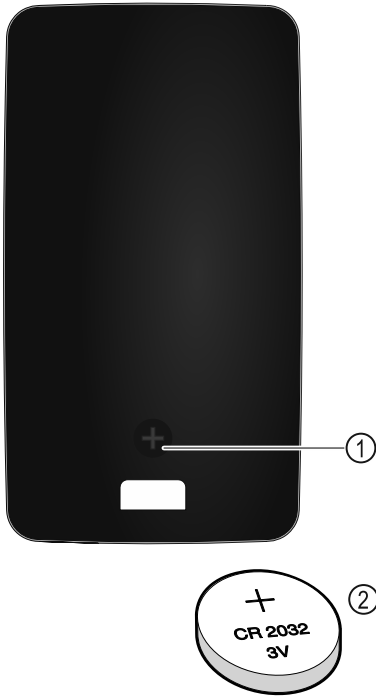

Fig. 230
Kaukosäätimen virransaanti tapahtuu alan liikkeestä saatavalla tyyppin CR 2032 paristolla (3 V:n jännite) Fig. 230 (2).
- Irrota ruuvi Fig. 230 (1) kaukosäätimen takasivulta.